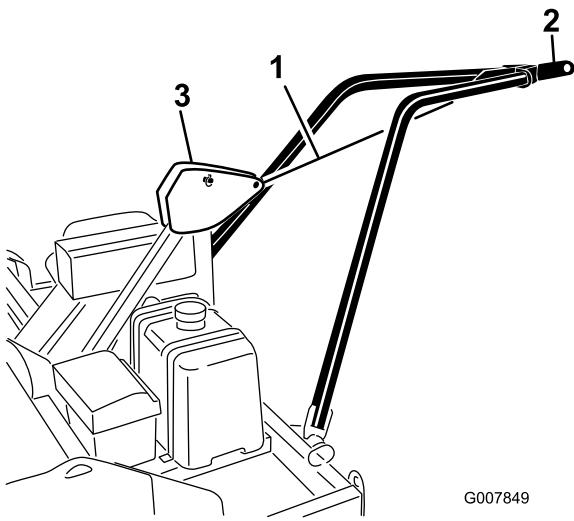

Figura 12
2. Utilizando un cuerda de amarre o similar, fije la placa de enganche del brazo de tiro al pivote del bastidor de enganche mientras eleva el brazo de tiro para su instalación (Figura 12).